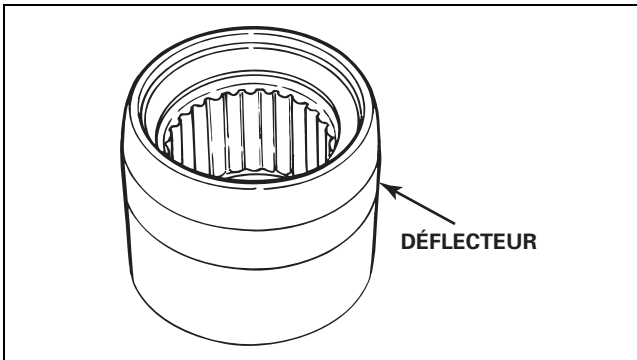
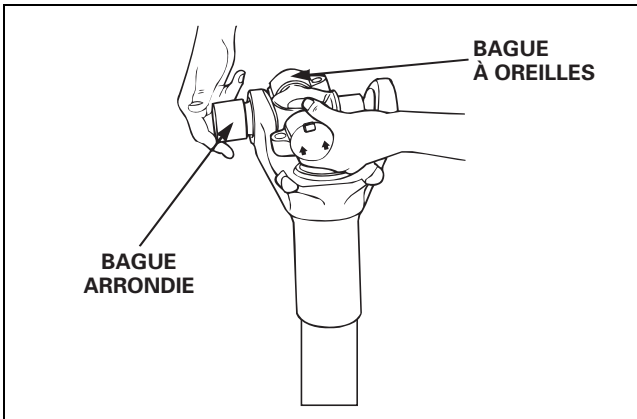

Figure 11
Figure 12
1. Veuillez vous assurer que les déflecteurs en plastique sont fixés aux bagues arrondies. Le déflecteur est préassemblé sur la bague arrondie. Figure 11. Glisser la première bague sur le croisillon. Figure 12.